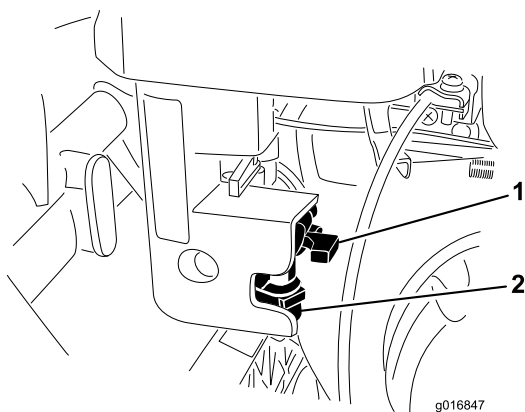

Figura 36
1. Cierre la válvula de cierre del combustible y desenrosque el portafiltro del cuerpo del filtro (Figura 36).